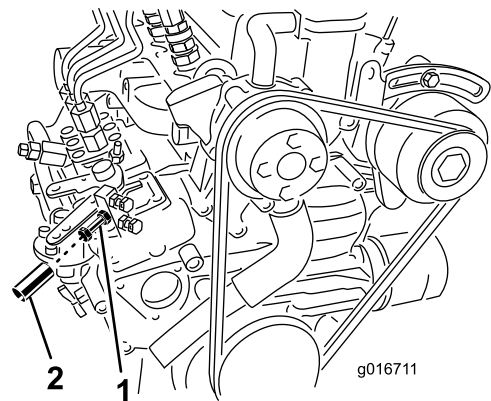

Bild 6
- Stellen Sie die Motordrehzahl mit dem Tacho und der Einstellschraube am (Bild 6) auf höchstens 3200 U/min; ziehen Sie dann die Klemmmutter an der Einstellschraube an.
- Schieben Sie das Aluminiumrohr über die Einstellschraube und Klemmmutter der Gasbedienung (Bild 6) und klemmen sie über die Schraube, damit die Schraube nicht mehr eingestellt werden kann.